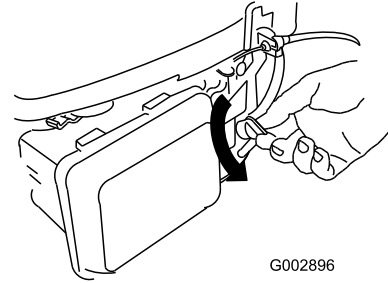

Figure 13
1. Tournez le levier du robinet d'essence en position ouverte (Figure 13).